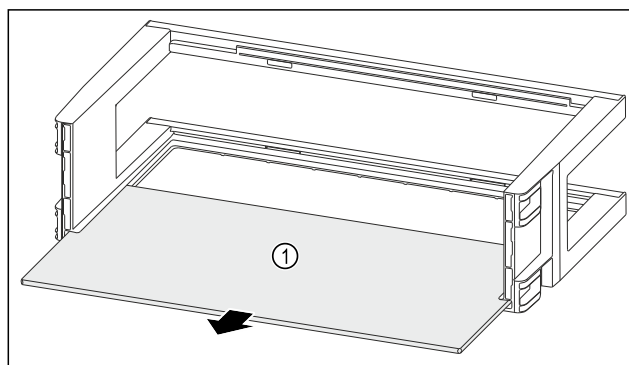

Fig. 111
- ▶ Odkládací plochu Fig. 111 (1) odeberte.